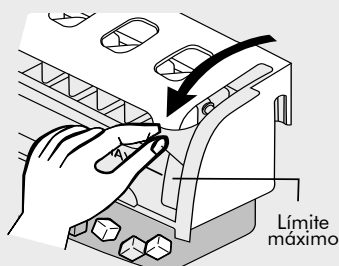

Figura 32
- Gire la perilla como lo indica la (Figura 32) hasta que los cubos de hielo caigan en la bandeja. No debe exceder el límite que se señala en el soporte, sobrepasar éste puede generar averías en el fabricante de hielo (Bio Ice) que no son cubiertas por la garantía, si en algún momento se acciona la perilla hasta el límite y quedan hielos en la cubeta se debe repetir la operación sin sobrepasarlo hasta que se desprendan totalmente.